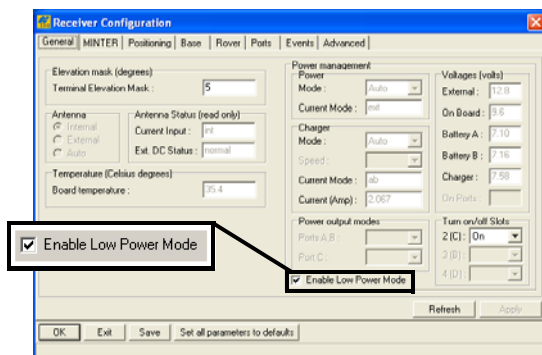

Figura 2-13. Habilitar y Aplicar los Valores de Energía
7. Seleccione y marque la casilla de habilitación de *Enable Low Power Mode* para poner el procesador del receptor en el modo de bajo consumo de energía (Figura 2-13).